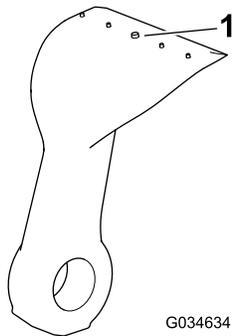

Figure 22
- Vérifiez qu'aucune lame n'est excessivement usée en vous aidant de la ligne d'usure (Figure 22). Remplacez les lames qui sont usées jusqu'à la ligne d'usure.